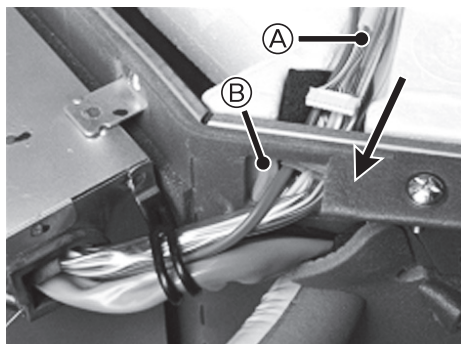

Fig. 4-2
- Den Steuerplattenanschluss des Innengeräts (weiß) des Verbindungskabels für die Fernbedienung in Pfeilrichtung durch die KABELDURCHFÜHRUNG im Hauptgerät führen. (Fig. 4-2)